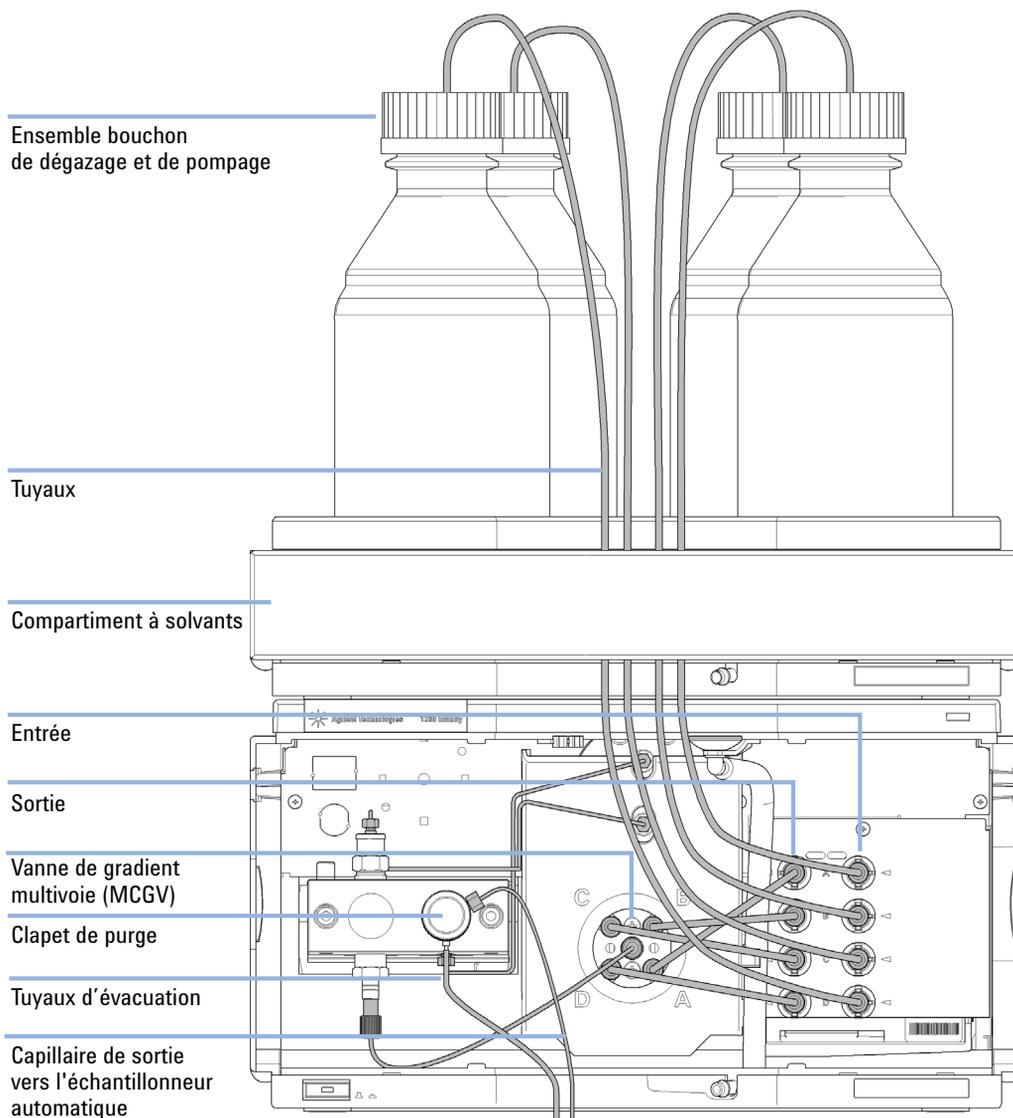

Figure 10 Raccordement des liquides à la pompe quaternaire
- 4 Connectez les tuyaux d'entrée des bouchons de dégazage et de pompage aux connecteurs d'entrée A à D du côté droit du dégazeur à vide, voir Figure 10, page 47. Fixez les tuyaux dans les colliers de la pompe.